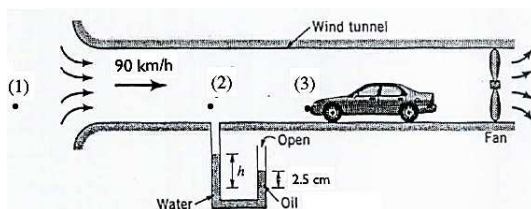

Figure 6 : soufflerie.
2. déterminer la différence de pression entre le front de la voiture (point 3 sur la figure 6) et la section test (point 2).